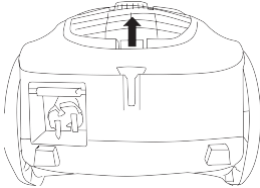

Figure 13 Retirer le filtre de sortie
2. Ouvrez le couvercle du filtre de sortie en tirant sur le rebord du couvercle. Retirez de l'appareil le filtre de sortie; voir la figure 13.